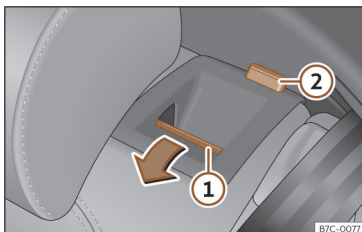

Fig. 90 Banco traseiro: rebater o encosto.
- Pressione o botão de desbloqueio >>> **Fig. 90** ① para a frente e, ao mesmo tempo, rebata o encosto. O encosto traseiro está desbloqueado quando se vê uma marca vermelha no botão ②.